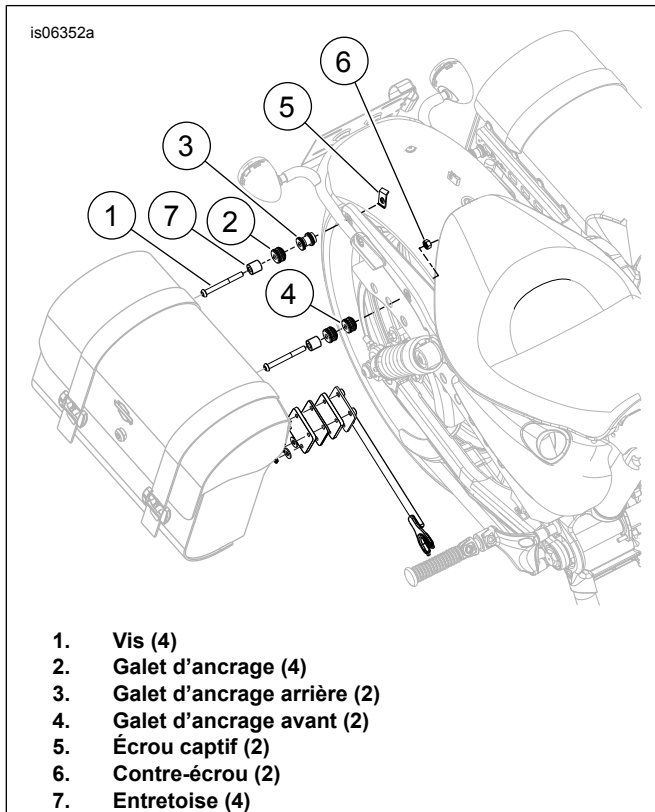
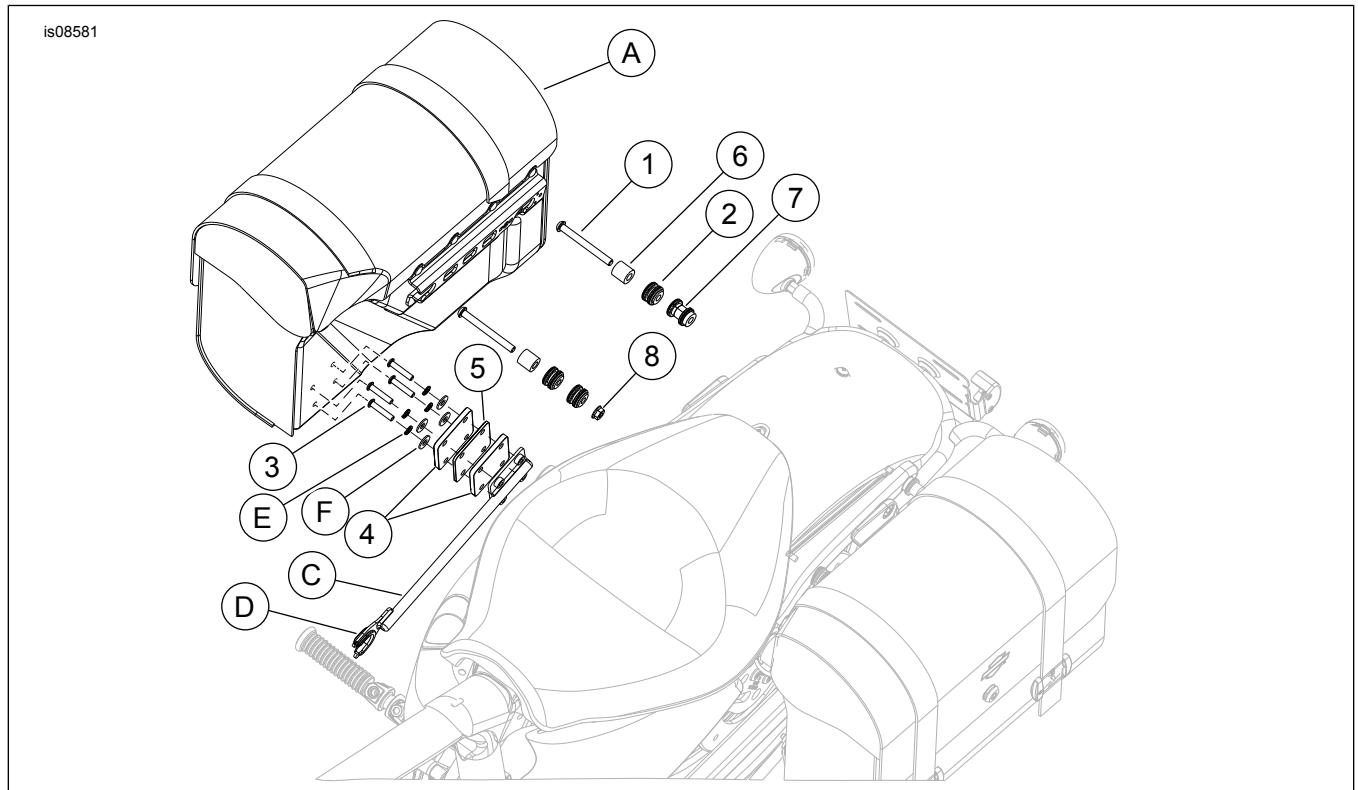

Figure 2. Empilement de la visserie d'ancrage
Figure 3. Pièces de rechange : Quincaillerie d'ancrage
Voir Figure 3 et Tableau 1.
- Voir Figure 2. Prendre une vis (1), un galet d'ancrage avant (4), une entretoise (7) et un contre-écrou (6) précédemment retirés. Bien noter le collier de petit diamètre à l'une des extrémités de chacun des deux galets d'ancrage. **Pour les motos avec des kits amovibles supplémentaires :** Utiliser des galets d'ancrage (2) à la place de l'entretoise (7) pour les poses avant et arrière.
- Prendre dans le kit une entretoise (7), une vis (1) et le galet d'ancrage arrière (3), ainsi que l'écrou captif (5) précédemment déposés. Bien noter le collier de petit diamètre à l'une des extrémités de chacun des deux galets d'ancrage. **Pour les motos avec des kits amovibles supplémentaires :** Utiliser des galets d'ancrage (2) à la place de l'entretoise (7) pour les poses avant et arrière.
- Voir Figure 3. Prendre dans le kit quatre vis (3), deux entretoises (4) de 6,3 mm (1/4 po) d'épaisseur et une entretoise (5) de 3,2 mm (1/8 po) d'épaisseur. Dans le kit de sacoche 90201328, prendre le bras de support (C), les quatre rondelles-freins (E) et les quatre rondelles plates (F).